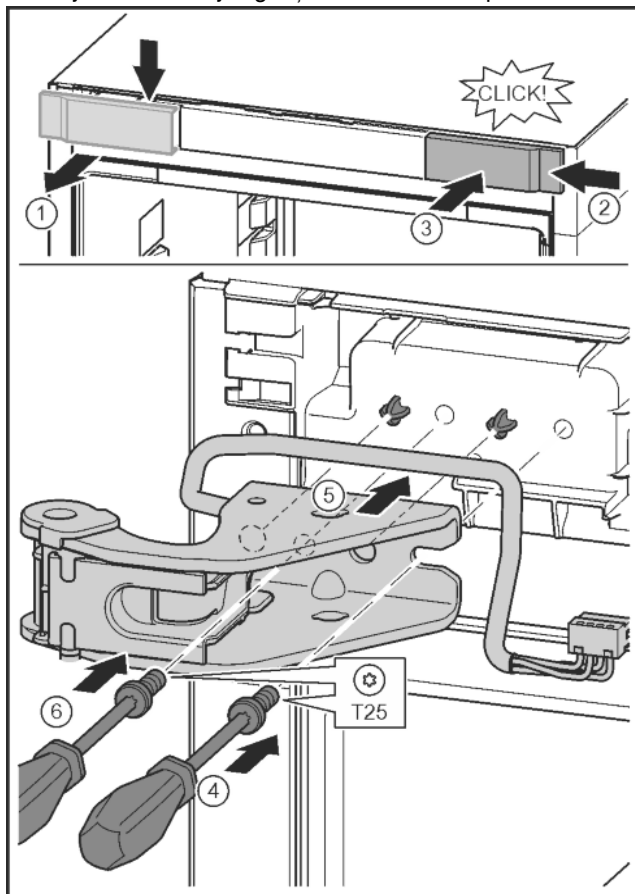

Fig. 32
- Atvienojiet pārsegu un noņemiet sāņus. Fig. 32 (1)
- Iekabiniet pārsegu, pagrieztu par 180°, otrajā pusē no labās puses. Fig. 32 (2)
- Nofiksējiet pārsegu. Fig. 32 (3)
- Ar skrūvgriezi T25 pielieciet skrūvi. Fig. 32 (4)
- Pielieciet augšējo gultņa balstu. Fig. 32 (5)
- Aizskrūvējiet skrūvi. Fig. 32 (4)
- Ar skrūvgriezi T25 ievietojiet un aizskrūvējiet skrūvi. Fig. 32 (6)